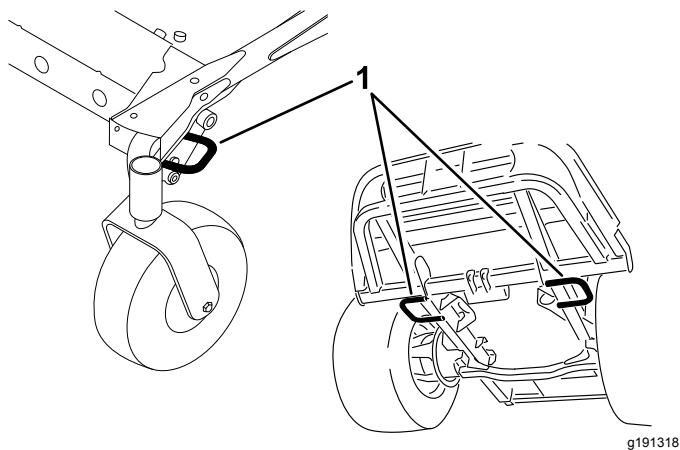

Рисунок 27
5. Используйте скобы для фиксации на машине для надежного крепления машины к прицепу или грузовому автомобилю с помощью стропов, цепей, троса или канатов (Рисунок 27).